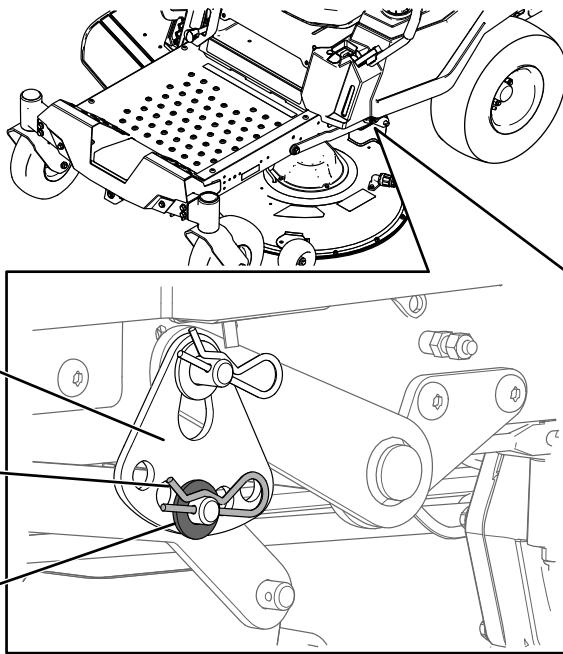

Рисунок 68
- Извлеките шплинт и шайбу из нижнего штифта рычага подъема (Рисунок 68).